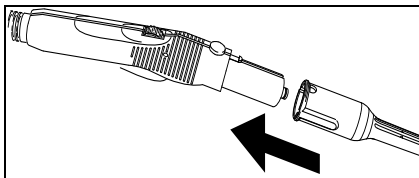

Fig. 6
- ➔ Conecte los accesorios necesarios (D1, E1, F1) a la pistola aplicadora de vapor (C1). Para ello, coloque el extremo abierto del accesorio en la pistola aplicadora de vapor (C1) e introdúzcalo en la pistola hasta que encaje la tecla de desbloqueo (C2) de la misma (véase la fig. 6).